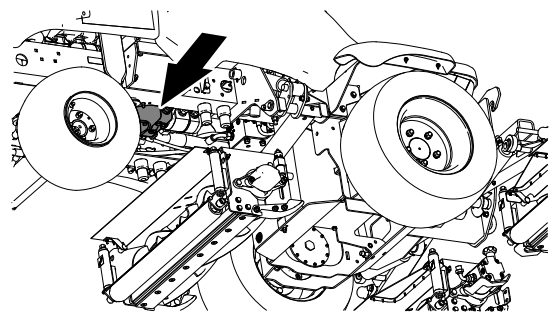

Bild 7
1. Entfernen Sie auf der rechten Seite der Traktionspumpe den Stecker aus dem T-Anschlussstück am Anschluss B der Traktionspumpe (Bild 7 und Bild 8).